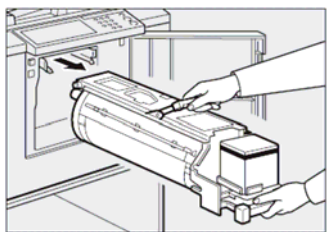

图 5-31 卸下旧印筒单元
③ 提着印筒单元上部的支撑，将旧印筒单元从机器中卸下，如图 5-31 所示。